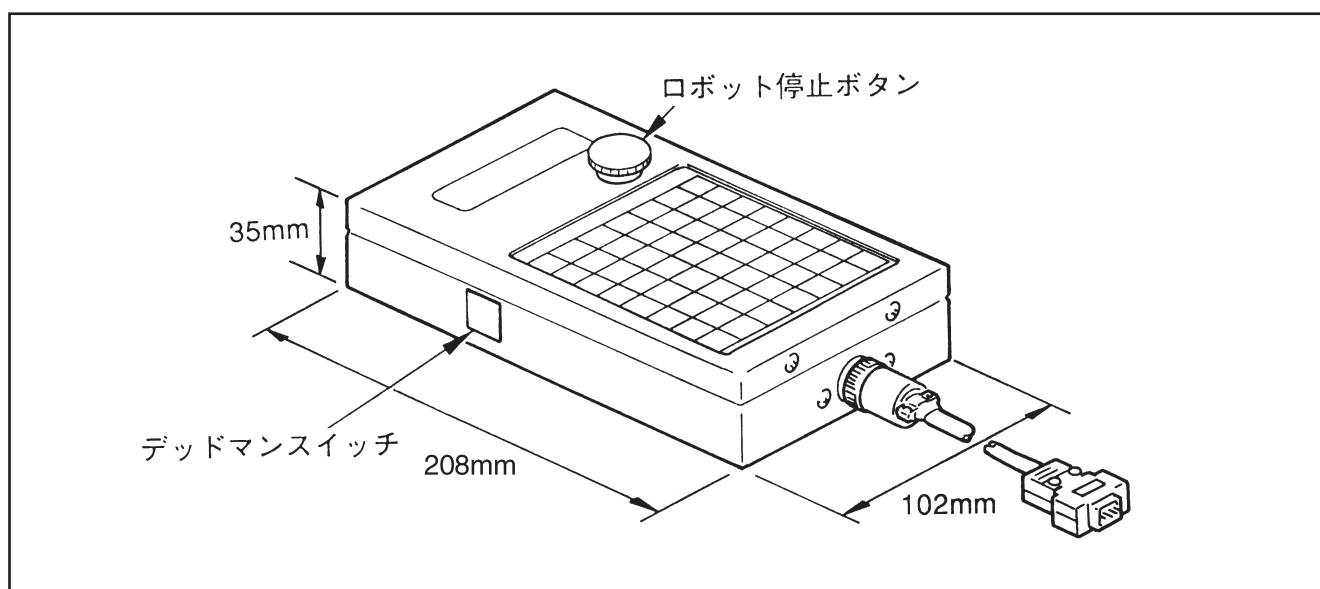

図1－6 ティーチングペンダントの外形寸法
- (2) ティーチングペンダントの外形寸法 ティーチングペンダントの外形寸法を図1－6に示します。